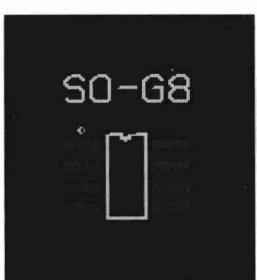
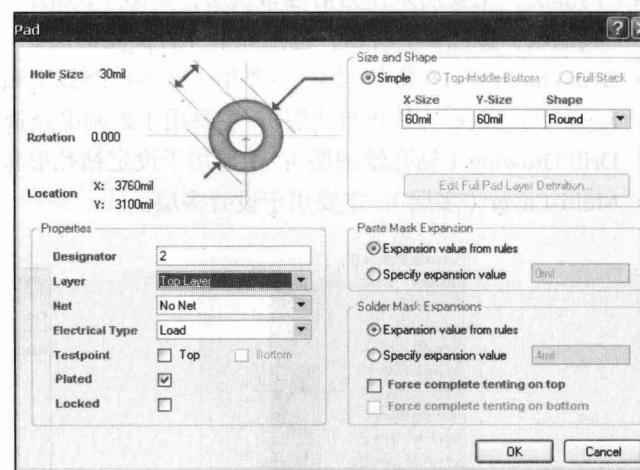

图 1-12 表贴式封装元器件外观
图 1-13 焊盘属性设置为 Top Layer
(2) 表贴式封装：指元器件的引脚与电路板的连接仅限于电路板表层的焊盘，如图 1-12 所示。其中焊盘属性应设置为 Top Layer 或 Bottom Layer，如图 1-13 所示。